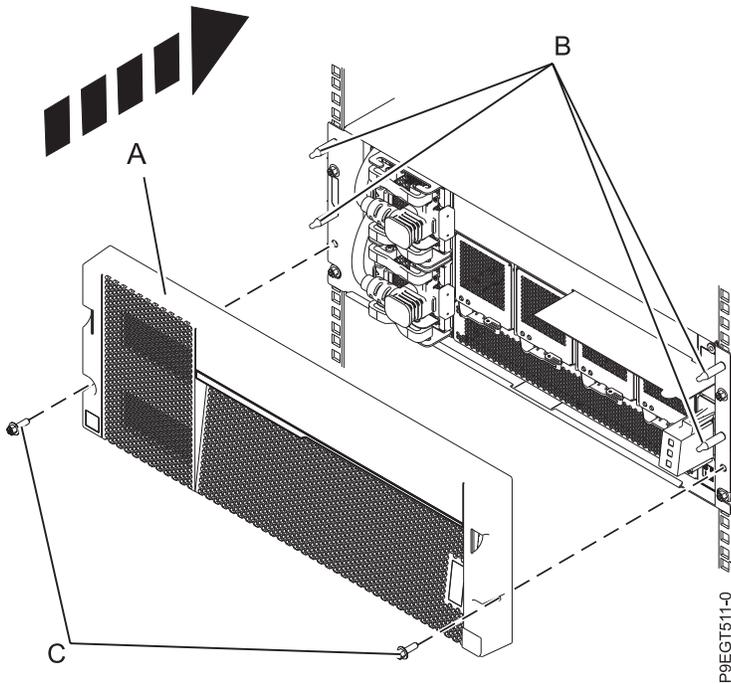

Abbildung 9. Vordere Abdeckung austauschen
4. Setzen Sie die vordere Abdeckung **(A)** ein, drücken Sie dazu die Abdeckung auf die Justierstifte **(B)**. Wenn die ausgebaute Abdeckung mit Schrauben **(C)** befestigt war, befestigen Sie die Abdeckung mit diesen Schrauben. Siehe Abb. 9 auf Seite 8.